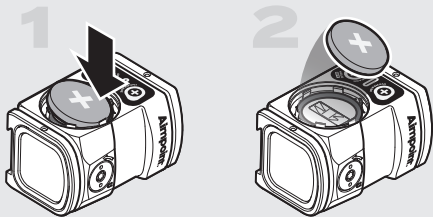

Fig. 2 Retrait de la pile
- a Dévisser et retirer le couvercle du compartiment pile (3) avec l'outil Aimpoint (8B).
- b Si la pile doit être remplacée, retirer la pile déchargée du compartiment pile en appuyant soigneusement sur un bord, comme illustré sur la Figure 2.